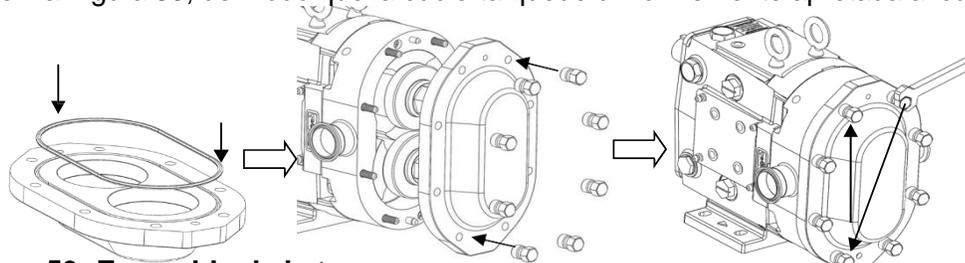

Figura 53: Ensamble de la tapa
3) Instale la nueva junta tórica de la cubierta y deslice la cubierta sobre los broches asegurándose de que las clavijas del cuerpo estén alineadas con los agujeros correctos de la cubierta (Figura 53). Inspeccione visualmente para asegurarse de que la junta tórica de la cubierta permanezca en su lugar. Gire las tuercas de la tapa (a la derecha) a mano y apriételas completamente con la llave adecuada. Apriete las tuercas de la tapa de manera opuesta como se ve en la Figura 53, de modo que la cubierta quede uniformemente apretada al cuerpo.